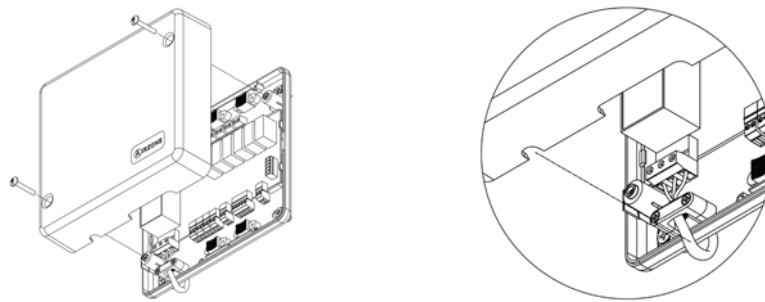

Fig. 95
**Recuerde:** Una vez realizadas todas las conexiones, asegúrese de colocar correctamente la tapa de la central (Fig. 95).